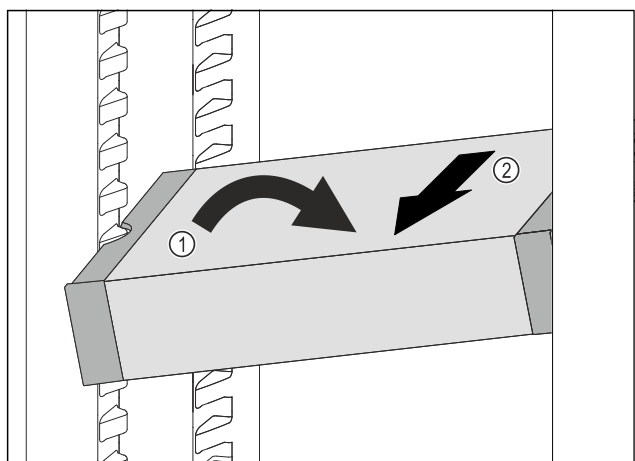

Fig. 112
- 在冷藏区中倾斜 VarioSafe。 Fig. 112 (1)
- 向前取出 VarioSafe。 Fig. 112 (2)